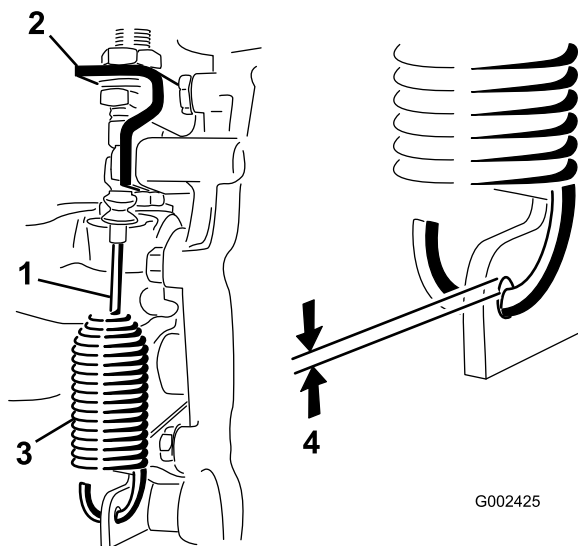

Figure 47
2. Desserrez les écrous de blocage qui fixent le câble de blocage du différentiel au support de la boîte-pont (Figure 47).